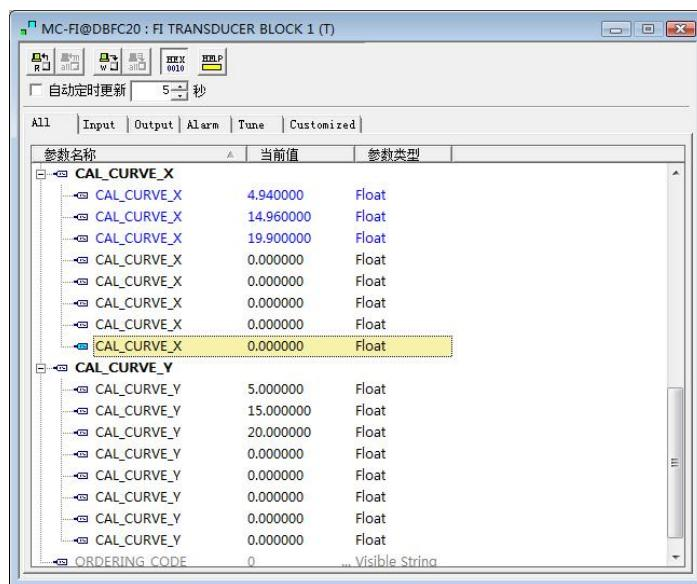

Рисунок 5.4 __ Конфигурация параметра CAL_CURVE_X
(2) Фактическое значение выходного тока измеряется стандартным амперметром, и значение записывается в массив CAL_CURVE_X. Например, запишите прочитанные значения 4,94, 14,96 и 19,9 в массив CAL_CURVE_X, как показано на рис. 5.4 . На этом работа по калибровке закончена.